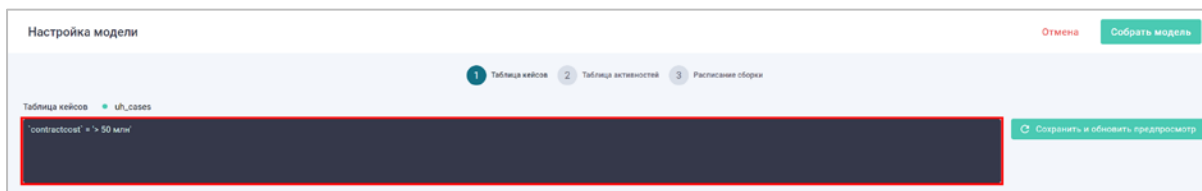

Рисунок 10. Ограничение загружаемых данных
1. Прописать условие фильтрации загружаемых данных в формате «наименование атрибута» «условие» «значение». Наименования атрибутов необходимо заключать в косые апострофы «'»». Так же доступно использование логических операторов, аналогично стандартам языка SQL (Рисунок 10).